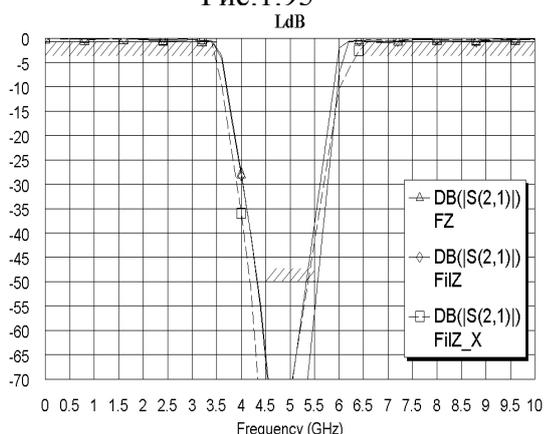

Рис. 1.96
7. Выберите в меню команду **Simulate>Optimize**. В открывшемся окне выберите метод оптимизации **Pointer-Robust Optimization**, введите количество итераций **2000** и нажмите **Start**. Оптимизация для этой схемы не привела к улучшению характеристики (рис. 1.96), поэтому подстроим схему вручную.